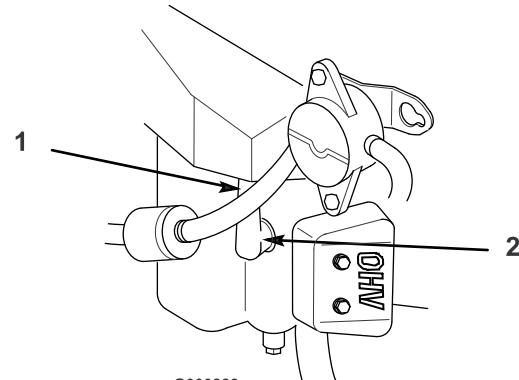

Figura 38
4. Staccate i cappellotti dalle candele (Figura 38). Pulite intorno alle candele per evitare che la morschia penetri nel motore e lo danneggi.
3. Montate il cappellotto sulla candela (o candele) (Figura 38).